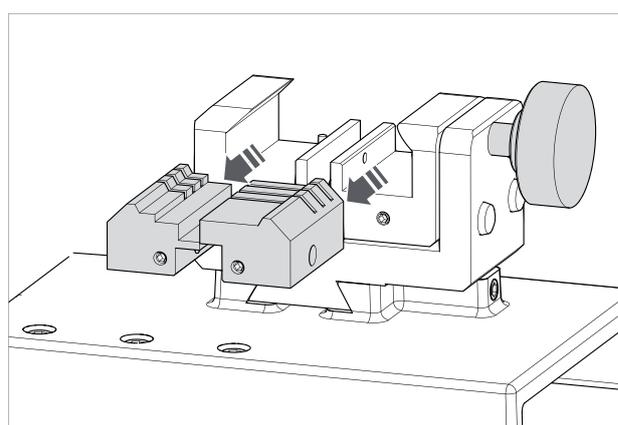

Fig. 52
- 3) Empurre com os dedos pela parte traseira do mordente a garra a extrair, tirando-a para o operador (Fig. 52).